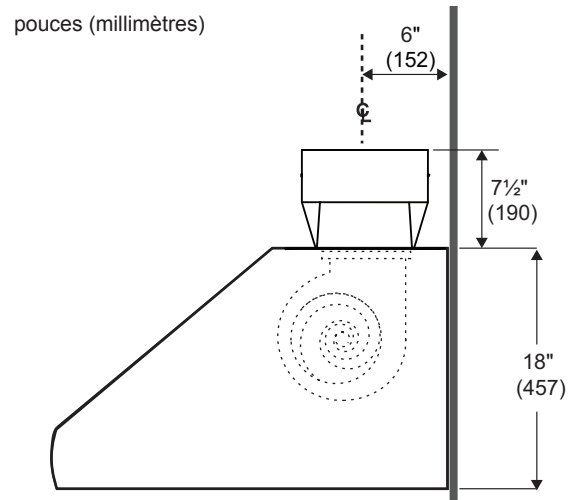
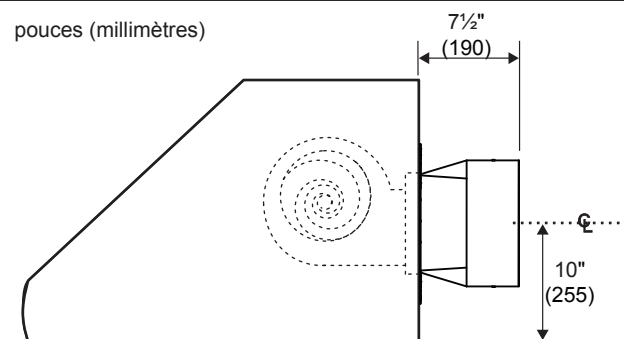

Figure 3 : Ligne médiane de transition pour l'évacuation verticale
Figure 4 : Ligne médiane de transition pour l'évacuation horizontale
La transition fournie avec la hotte se branche à un conduit rond standard de 10 po (2,5 cm). La Figure 3 montre le branchement de la transition pour une évacuation verticale.
La transition fournie avec la hotte se branche à un conduit rond standard de 10 po (2,5 cm). La Figure 4 montre le branchement de la transition pour une évacuation horizontale.
15. Avant de suspendre la hotte, installez le raccord, comme sur la *Figure 3* ou la *Figure 4*. Fixez le raccord avec deux vis à tôle de 3/8 po (fournies) et du ruban en aluminium, conformément aux codes en vigueur.